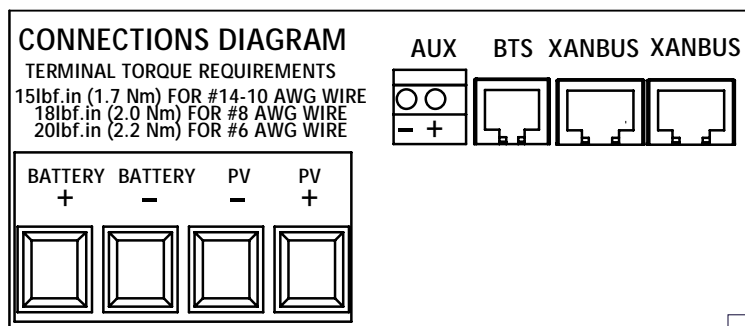

Figura 2-7 Terminales de conexiones de CC
Los conectores de los terminales de los cables de CC están situados en el interior del compartimento de cables. Las etiquetas dispuestas sobre los terminales de CC y dentro del compartimento de cables identifican todos los puntos de conexión. Véase la Figura 2-7.
7. Apriete los terminales del XW SCC empleando los pares indicados en la etiqueta de la Figura 2-7 en la página 2-9.